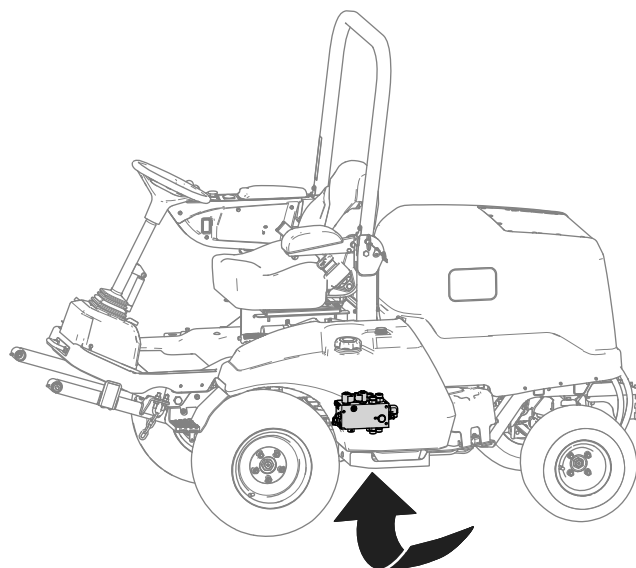

Figura 23
- Individuate il collettore di sollevamento sotto la macchina (Figura 23).